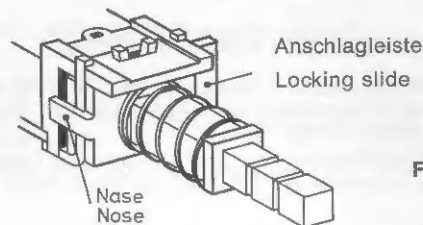

Fig. 3
- 6.2 Nase der Sicherungsglasche mit kleinem Schraubenzieher nach vorne und dann Anschlagleiste nach links drücken (Fig. 3).
- 6.2 With a small screwdriver press the nose of the security bar to the front and then the stop bar to the left (fig. 3).